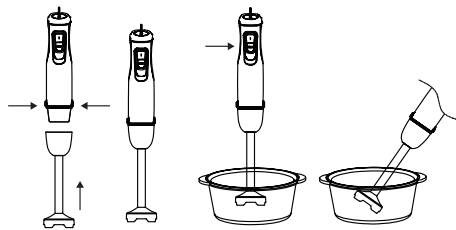

рис. 1
- Вставьте насадку-блендер (6) в моторный блок (4) слегка нажмите на неё до щелчка фиксаторов (5). Инструкция по сборке и использованию показана на рис. 1.
- Погрузите насадку-блендер (6) в ёмкость с продуктами, которые Вы хотите измельчить/перемешать.
- Для включения устройства нажмите и удерживайте кнопку (2). Регулятором (1) установите желаемую скорость работы. Используйте данный режим работы для смешивания жидких продуктов.